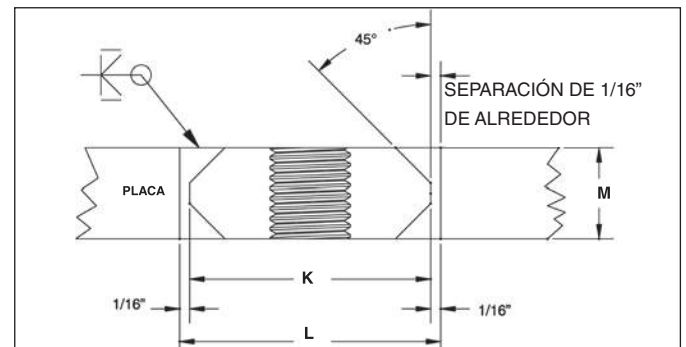

Figura 5
3. Inserte la tuerca en la perforación. La tuerca para placa cubrezanjas debe tener una holgura de 1/16" alrededor de su perímetro. La superficie de la tuerca debe estar paralela y a ras con la superficie de la placa (ver figura 5). Crosby ofrece un accesorio de soldadura para esto.